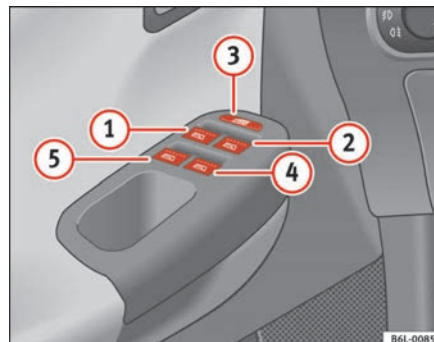

Abb. 52 Ausschnitt aus der Fahrertür: Bedienelemente für vordere und hintere Fenster
Die Tasten ⇒ Seite 89, Abb. 52 ① und ② haben zwei Stufen zum Öffnen und zwei zum Schließen des Fensters. Dadurch ist es einfacher, die Öffnungs- und Schließvorgänge zu kontrollieren.